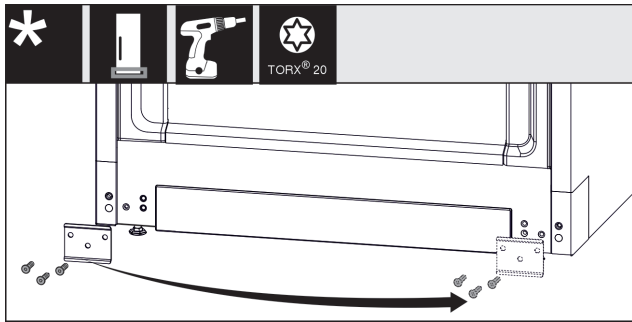

Fig. 18
- Skru av platen, flytt den til den andre siden og skru den på igjen. Fig. 18 (1)